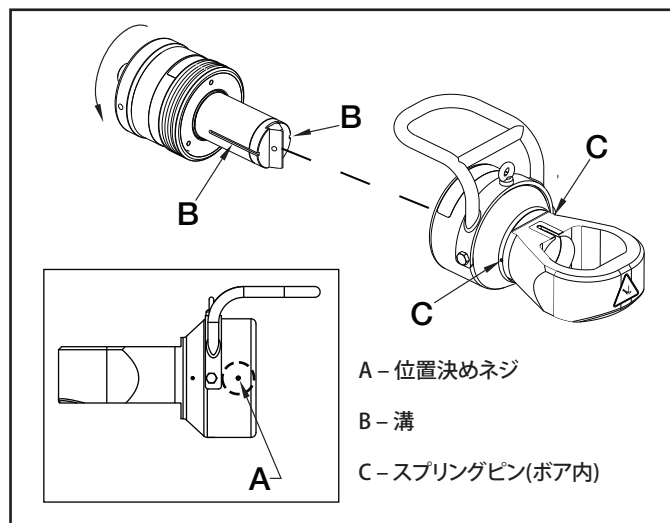

図3、シリンダおよび切断ヘッドの組み立て
2. 切断ヘッドバレルのプラスチック位置決めネジを緩めます(図3、部品A)。
3. シリンダをヘッドに挿入して、切断ヘッドボアのスプリングピン(図3、部品C)で軸スロットをブレードホルダに位置を合わせます(図3、部品B)。位置合わせ後、シリンダを図示された方向に回してネジ部をねじ込みます。
3. 切断ヘッドバレルのプラスチック位置決めネジが締め付けられていれば緩めます。図 3 の部品Aを参照してください。
3. 切断ヘッドのバレル部分にあるプラスチック位置決めネジが締め付けられていれば、緩めます。図 3 の部品Aを参照してください。